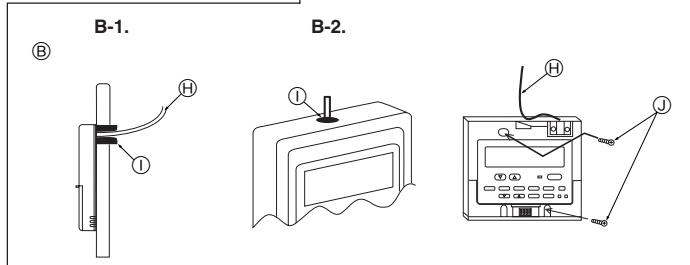

Fig. 7-3
(2) Täta serviceöppningen på fjärrkontrollsledden med fyllningsmassa för att förhindra att dagg, vatten, kackerlackor eller maskar eventuellt tränger in. (Fig. 7-3)